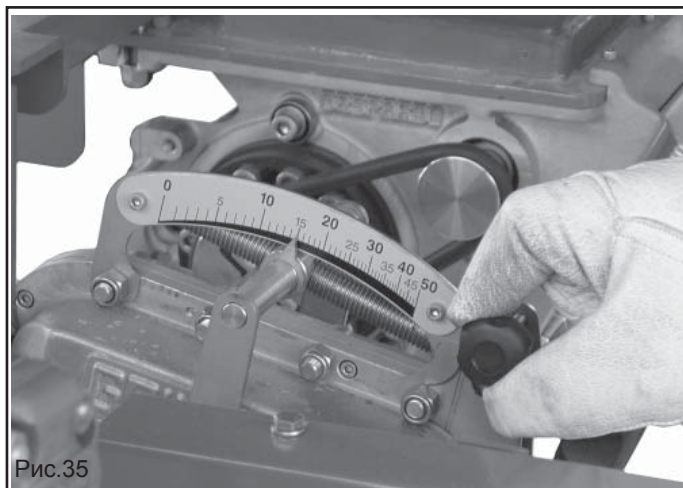

Рис.35
- Ослабьте стопорный винт, расположенный на регулировочном механизме (Рис.35) ...